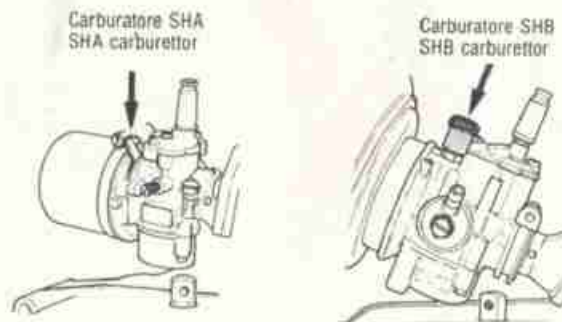

FIG. 2 Starter
- 2) QUANDO il motore è freddo inserire sempre la leva dello starter posta sul carburatore (vedi fig. 2) e procedere come segue: